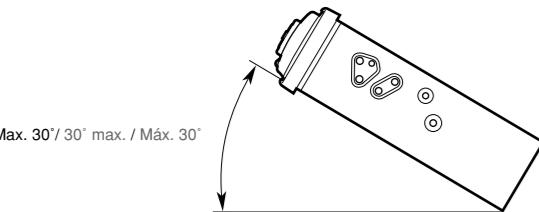

Figure 2 / Figure 2 / Figura 2
- Install the unit within 30° of the horizontal plane. (Figure 2)
- Installez l'appareil avec un angle inférieur à 30° par rapport à l'horizontal. (Figure 2)